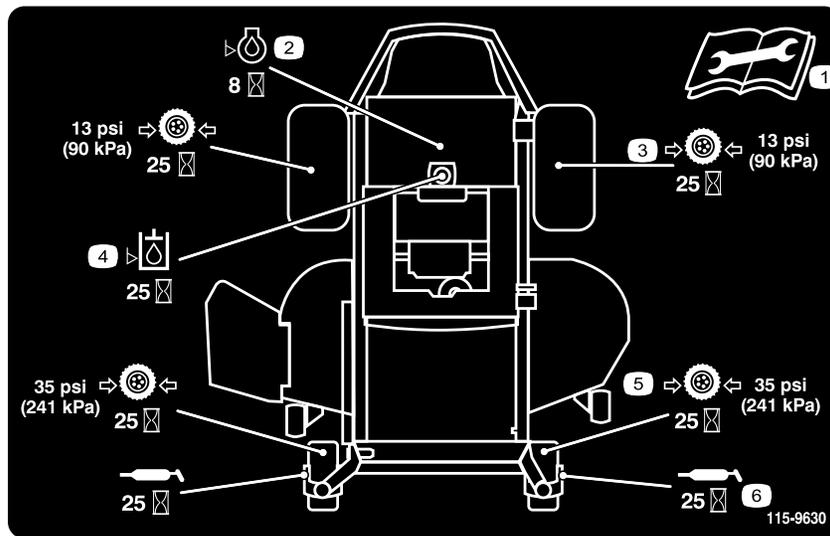

Figura 33
3. Limpie los engrasadores con un trapo (Figura 33 y Figura 34). Asegúrese de rascar cualquier pintura que hubiera sobre los puntos de engrase.
4. Conecte una pistola de engrasar a cada punto de engrase (Figura 34 y Figura 33). Bombee grasa hasta que empiece a rezumar grasa de los cojinetes.